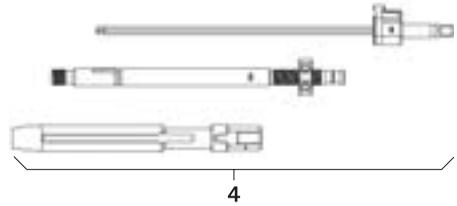

Abb. 6
- Repositionshebel **4** montieren, siehe Abb. 6.